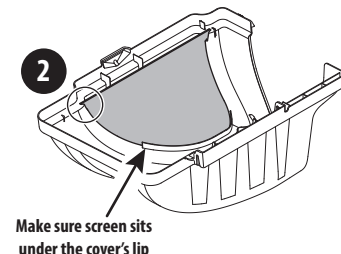

Figure 14
4. Veillez à alimenter l'écran sous la lèvre. Clipser l'autre côté en poussant l'écran dans l'encoche prévue à cet effet (2). Voir Figure 14.